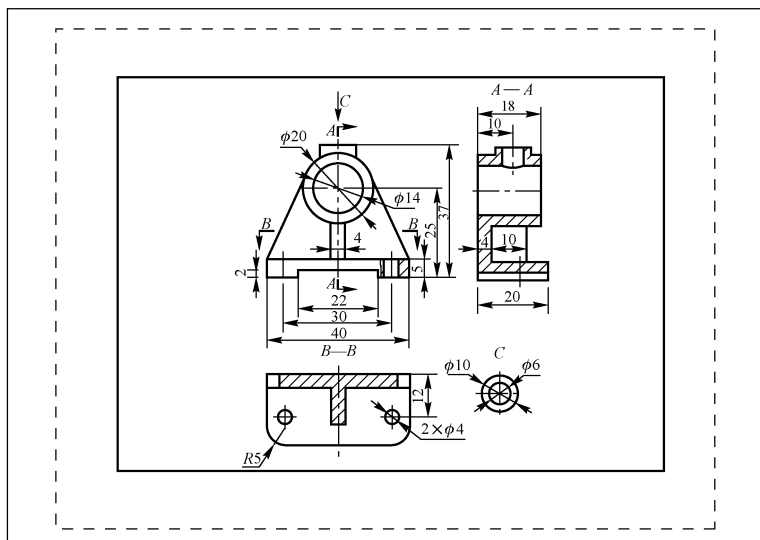

图 9-15 轴承座三视图图纸空间——“布局 1”
Step 1 切换图纸空间：单击绘图窗口下方布局标签的“布局 1”选项卡，进入图纸空间，如图 9-15 所示。